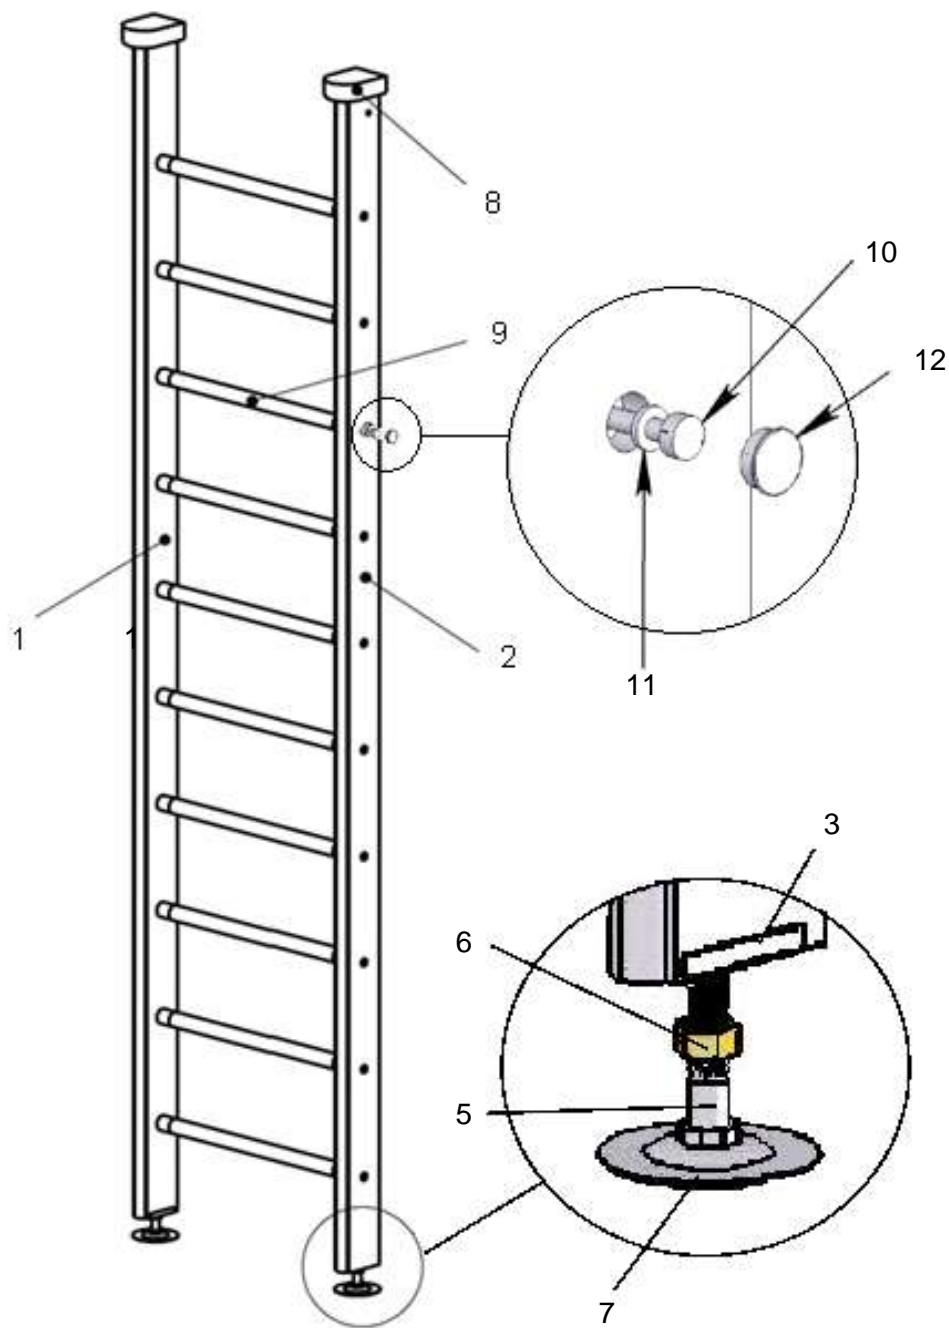

рисунок 1
4.2. Измерить высоту помещения на месте предполагаемой установки Комплекса. Из размера высоты помещения вычесть 5-6 см и величину полученного результата нанести на вертикальные *стойки* (№№1,2) (рис.1). Разметку вести с нижнего торца, на котором имеется осевое отверстие. Проверить правильность разметки. Отпилить верхние концы стоек по сделанной разметке перпендикулярно боковым сторонам.